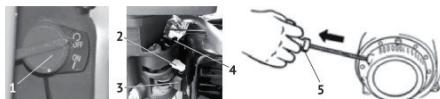

Рис. 4
- Переведите выключатель зажигания (рис.4 поз.1) в положение «ON (Включено)»;
- Рычаг воздушной заслонки (рис.4 поз.2) переведите в крайнее левое положение «закрыто» при пуски холодного двигателя. При пуске прогретого двигателя установите данный рычаг в промежуточное положение.
- Кран подачи топлива (рис.4 поз.3) поверните вправо в положение «ON (Включено)»;
- Переведите рычаг дроссельной заслонки (рис.4 поз.4) приблизительно на треть ее хода от положения «медленно» к положению «быстро»;
- Медленно потяните за рукоятку стартера (рис.4 поз.5) до появления сопротивления, а затем резким движением вытяните
1. Поверните выключатель зажигания (рис.4 поз.1) в положение «OFF (Выключено)»;
2. Переведите топливный кран (рис.4 поз.3) в положение «OFF (Выключено)».